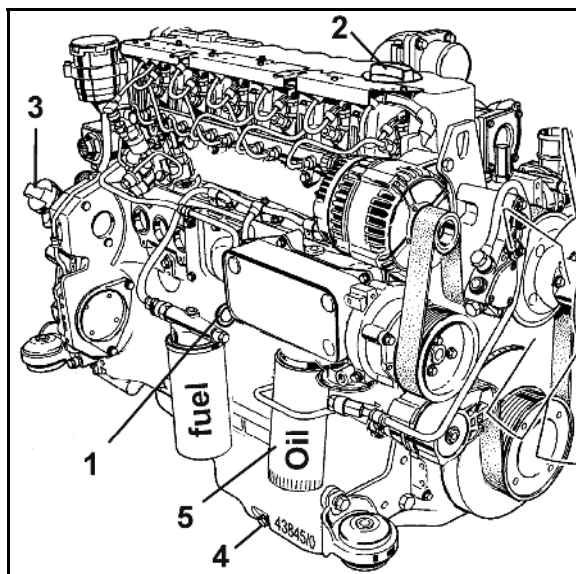

Bild 143
2. Dra ut oljemätstickan (Bild 143/1) och rengör den med en ren trasa.
4. Om så behövs ska oljenivån fyllas på med föreskriven olja i oljepåfyllningsöppningen (Bild 143/2,3).
5. Struva ur oljeavtappningsskruven (Bild 143/4).